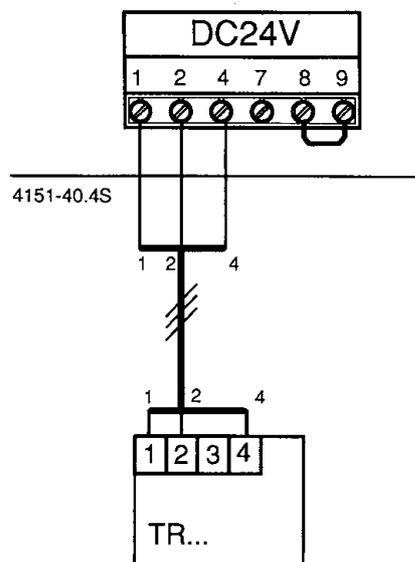

**Figura 13**
- Pasar el cable por el retenedor y conectarlo según figura 13.